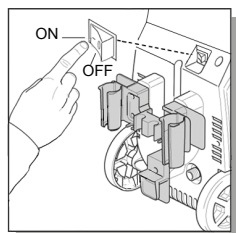

Fig. 15
- L'interrupteur marche/arrêt a les symboles internationaux pour 'ON' et 'OFF': On (--) Off (O), (Figure 15).